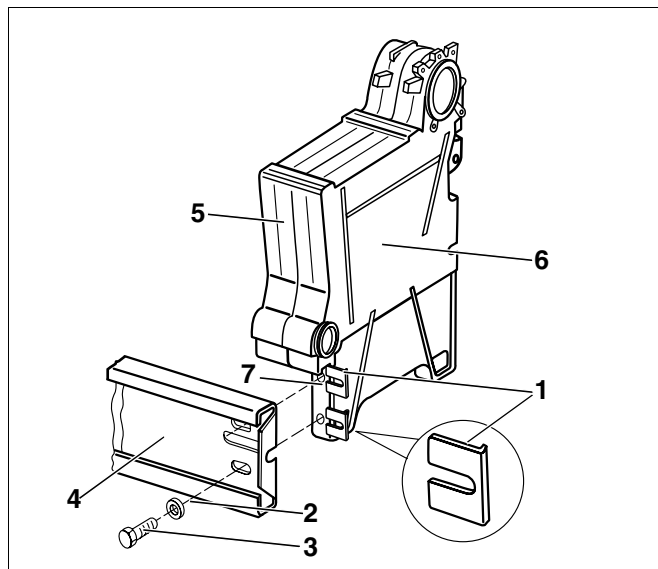
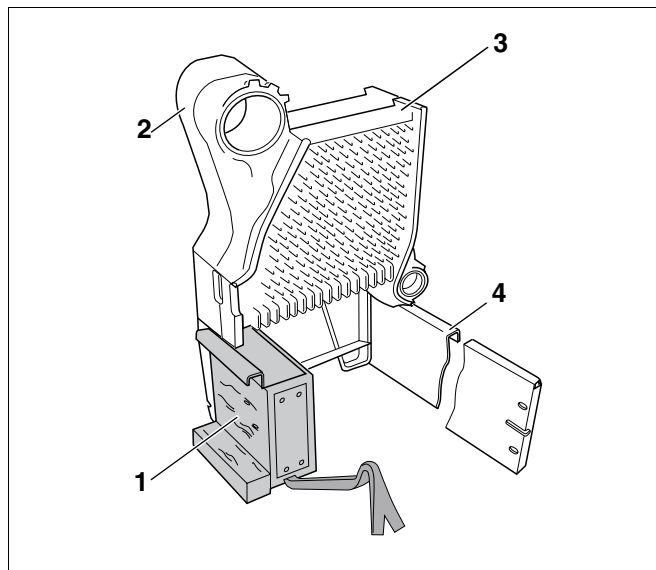

Рис. 13 Установка напольной планки
Рис. 14 Секции котла, установленные на монтажном приспособлении
- Вставить вкладыш (рис. 13, **поз. 1**) в опору конечной секции (рис. 13, **поз. 7**).
- Закрепить напольную планку (рис. 13, **поз. 4**) болтами М8 х 30 (рис. 13, **поз. 3**) с подкладными шайбами (рис. 13, **поз. 2**) и гайками на опоре конечной секции (рис. 13, **поз. 7**).
Часть котлового блока (конечная секция (рис. 13, **поз. 6**) и первая средняя секция (рис. 13, **поз. 5**)) должны во время сборки иметь опору и быть закрепленными от опрокидывания. Для опоры части блока используйте монтажное приспособление (рис. 14, **поз. 1**, стр. 18).
Здесь показана сборка котлового блока с помощью монтажного приспособления (рис. 14, поз. 1).
- Установить конечную секцию (рис. 14, поз. 2) с первой средней секцией (рис. 14, поз. 3) на фундамент и немного отклонить.
- Задвинуть монтажное приспособление (рис. 14, поз. 1) под секции котла и осторожно установить их.